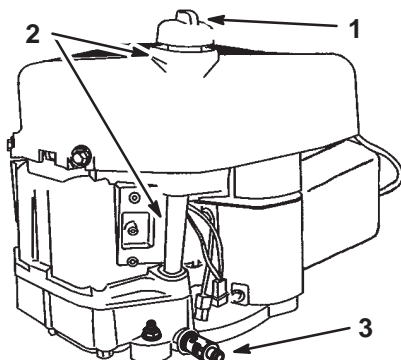

Bild 20
2. Reinigen Sie den Bereich um den Ölpeilstab (Bild 20), damit kein Schmutz in den Einfüllstutzen und den Motor beschädigen kann.
10. Reinigen Sie den Bereich um den Peilstab (Bild 20) und drehen Sie den Verschlussdeckel ab.
11. Gießen Sie ca. 80 % der angegebenen Ölmenge langsam in den Einfüllstutzen (Bild 20). Siehe „Warten des Motoröls“ auf Seite 25.